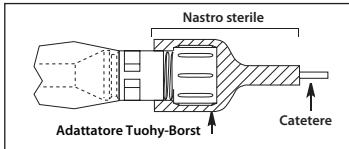

Figura 8
• L'estremità dell'adattatore Tuohy-Borst del sistema di protezione anti-contaminazione per catetere deve essere bloccata con del nastro sterile per inibire lo spostamento del catetere di inserimento (vedere Figura 8).